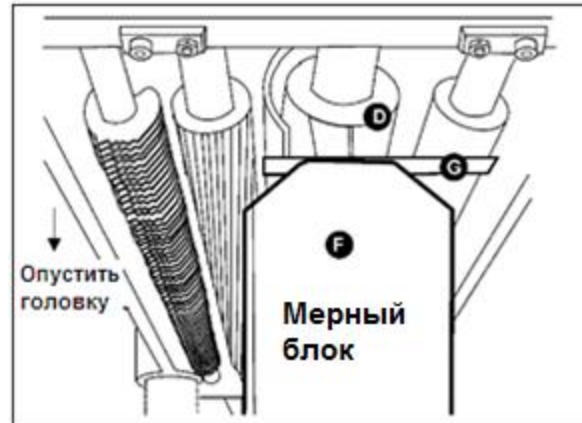

Рисунок 8-7
4. Поместите мерный блок (F, Рисунок 8-7) на стол непосредственно под ножевым валом (D).
5. Используя щуп толщиной 0,81 мм (G, Рисунок 8-7), расположенный в верхней части мерного блока, поднимайте рабочий стол, пока нож не коснется щупа, когда нож находится в самом нижнем положении. Больше не изменяйте положение рабочего стола, пока не